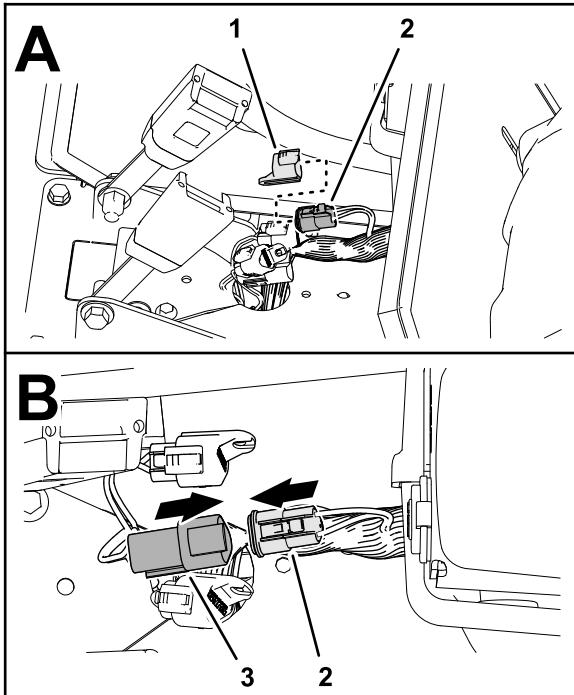

Рисунок 176
1. Снимите колпачок с 3-гнездового разъема жгута проводов машины (с маркировкой CAN DIAGNOSTICS INTERCONNECT (Промежуточное соединение диагностики CAN)), как показано на Рисунок 176.
2. Подсоедините 3-штыревой разъем жгута проводов шины ISO-CAN (с маркировкой To TORO CANBUS (К шине TORO CANBUS)) к 3-гнездовому разъему жгута проводов машины (с маркировкой CAN DIAGNOSTICS INTERCONNECT (Промежуточное соединение диагностики CAN)), как показано на Рисунок 176.